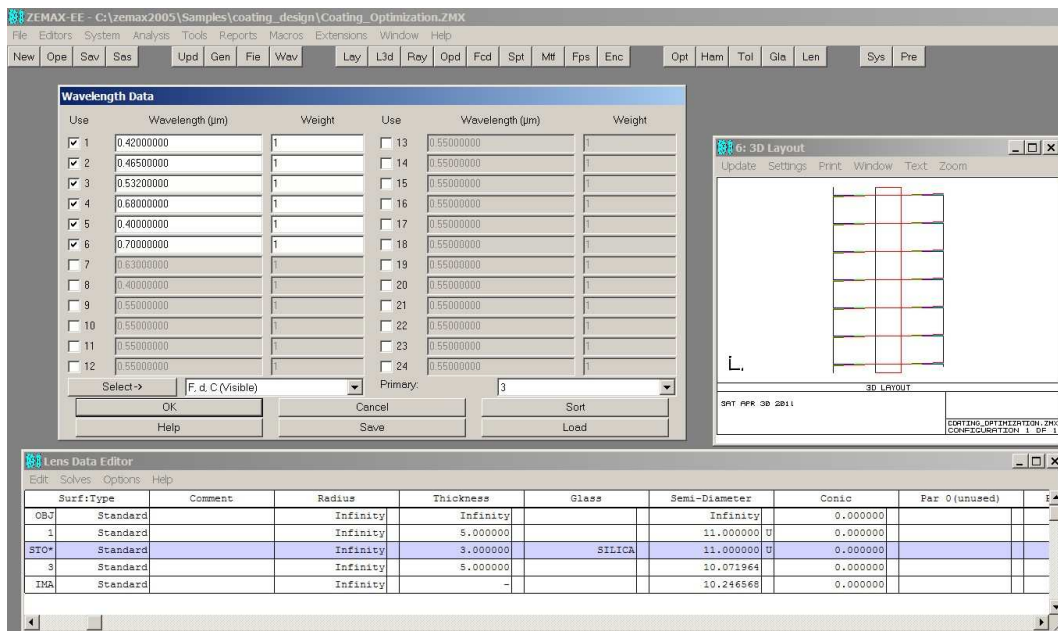

图 3
- 在 ZEMAX 中建一个石英基底平-平透镜，通光口径 $\Phi 20$ ，外径 $\Phi 22$ ，厚 3，入射角 $0^\circ \sim 2^\circ$ ，选取图 3 所示波长。